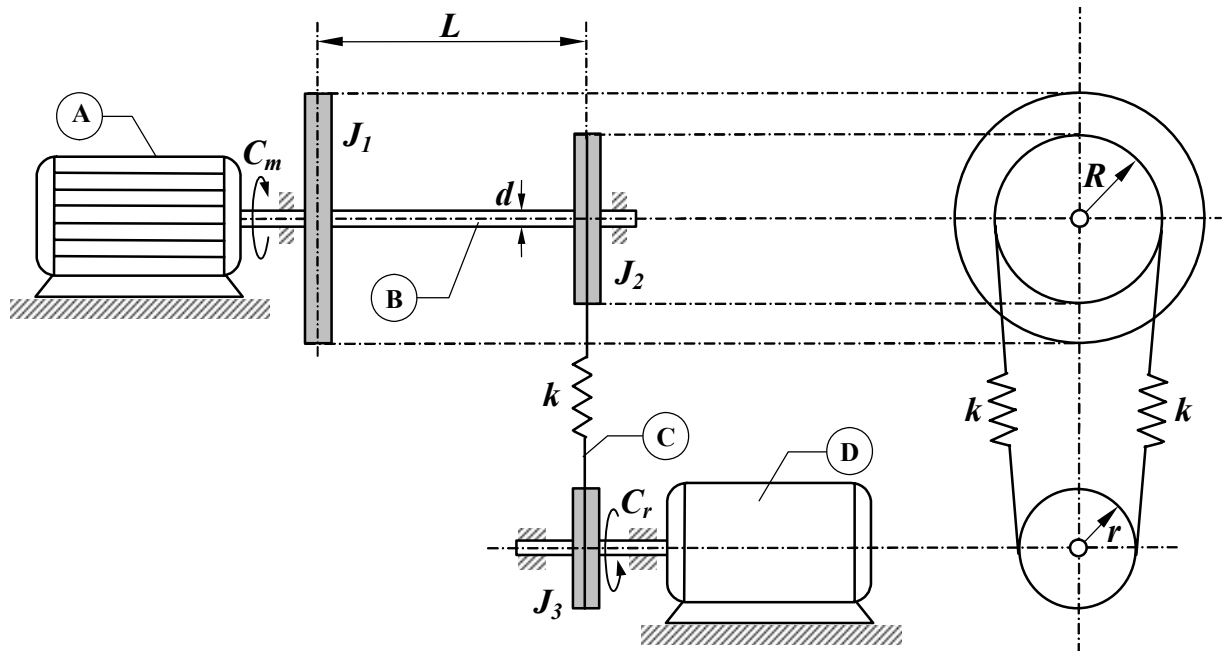

Figura 1
La macchina rappresentata schematicamente in Figura 1 è costituita da un motore (A), un albero di trasmissione di acciaio (B), una cinghia (C) e un dispositivo utilizzatore (D).